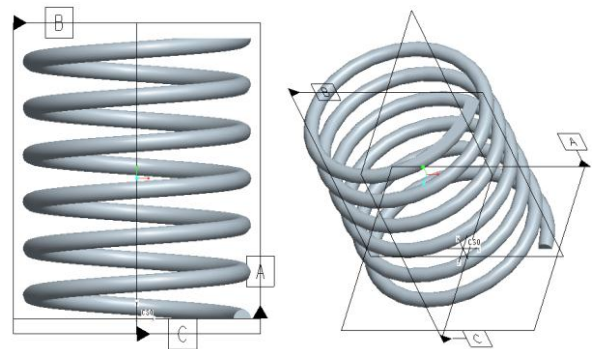

図 9-57 ストレート圧縮ばね
- 「STRAIGHT_EXTENSION_SPRING」を開いたらメインツールバーの「編集」⇒「定義」を選択し「突起ヘリカルスイープ」のダイアログボックスを開いて、ばねの「高さ」は変更しないで、大きいほうの「半径 180mm」を「半径 90mm」に変更すると図 9-57 のストレート圧縮ばねを作成できる。